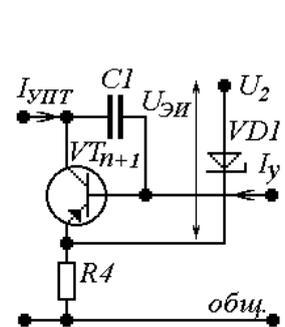

Рис.13. Вариант 1
$$U_{K_{n+1}} = (1 + \delta_1) U_{2\text{ном}} - \sum_{l=1}^n U_{BЭ_l}, \text{ для рис. 13, 14.} \quad (30)$$
$$U_{\text{ЭИ}} = 0.5 U_{2\text{ном}}, \text{ для рис. 13, 14.} \quad (35)$$
$$R_4 \leq \frac{U_{2\text{ном}} - U_{\text{ЭИ}}}{I_{\text{см1 min}} + I_{\text{УПТ max}}}, \text{ для рис. 13, 14.} \quad (37)$$